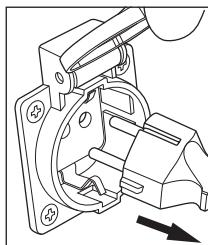

рис. 6
- Отсоедините все электрические нагрузки, отключите подачу напряжения на панели штепсельных розеток. Переведите основной прерыватель цепи переменного тока в положение «Выкл» (рис. 6).